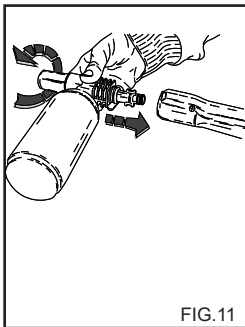

FIG.11
- 2) Retire a extensão do cabo e insira o kit do pulverizador de detergente (fig. 11), accione a máquina de jacto de água a alta pressão e pulverize a superfície a lavar de baixo para cima.